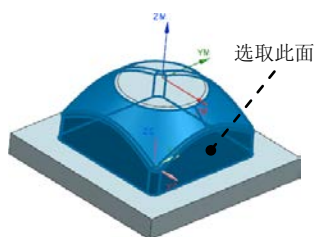

图 5.21 指定切削区域
Step2. 在图形区中选取图 5.21 所示的面 (共 18 个) 为切削区域, 然后单击“切削区域”对话框中的 **确定** 按钮, 系统返回到“深度加工轮廓”对话框。